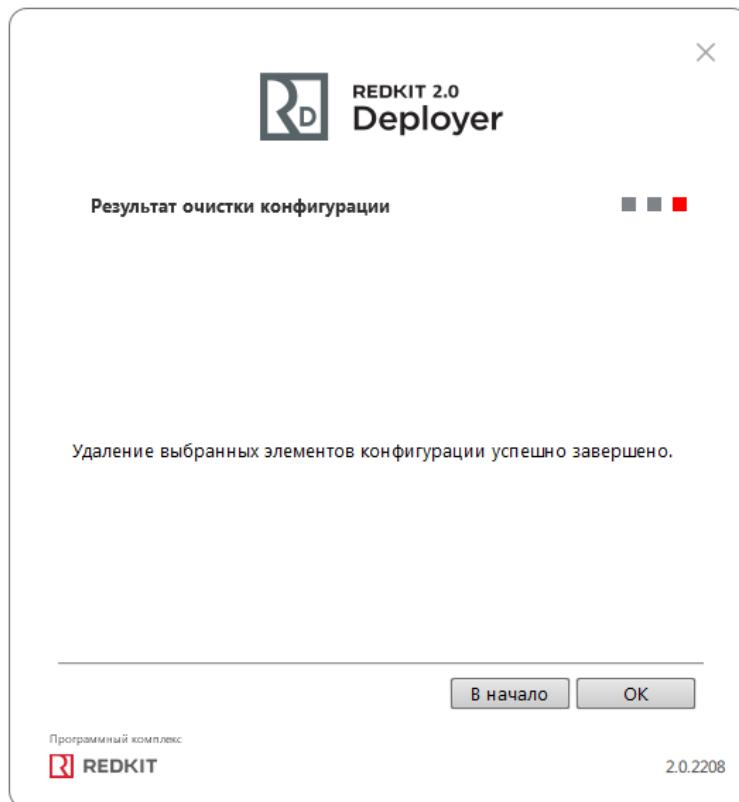

Рисунок 407 - Результат очистки конфигурационных файлов
- Ознакомьтесь с результатом очистки конфигурации (Рисунок 407). Нажмите **OK**.